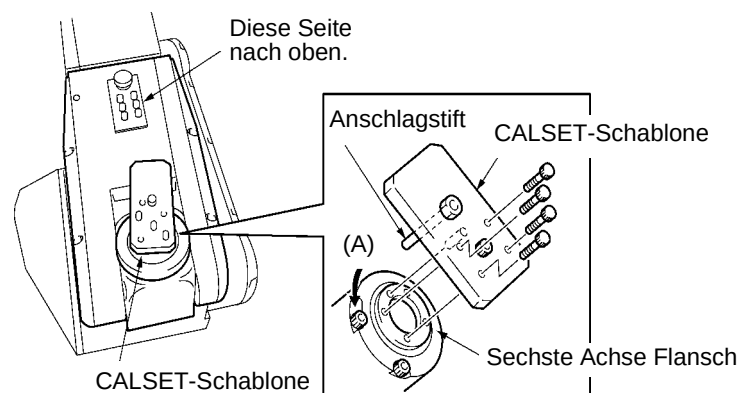

Abbildung 4-14 Anbringen der CALSET-Schablone [VM-6070D]
Für die sechste Achse gibt es keine mechanische Bewegungsgrenze. Zeichnen Sie die Position dieser Achse auf, indem Sie eine CALSET-Schablone entsprechend der Darstellung in Abbildung 4-14 montieren, um für die Kalibrierung eine temporäre mechanische Bewegungsgrenze einzustellen. Bringen Sie dann die Achse mit dieser mechanischen Bewegungsgrenze in Kontakt.
TIP: Die CALSET-Position der sechsten Achse bezieht sich auf den Punkt, an dem der in Abbildung 4-14 bis 4-16 dargestellte Anschlagstift den Bolzen (A) berührt, wenn der Flansch der sechsten Achse gedreht wird.